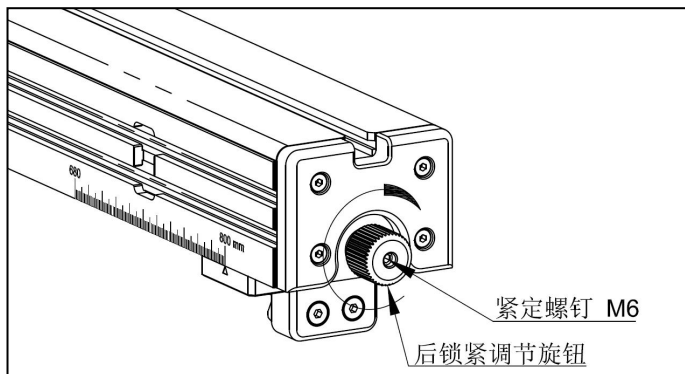

图 6-24
- (7) 调节后端锁紧力：拉起前端锁紧把手。如图 6-24，先完全松开 M6 紧定螺钉，逆时针旋松“后锁紧调节旋钮”，再顺时针旋转“后锁紧调节旋钮”，直至遇见明显阻力时停止。再反向旋转约 45° ，重新锁紧 M6 紧定螺钉。